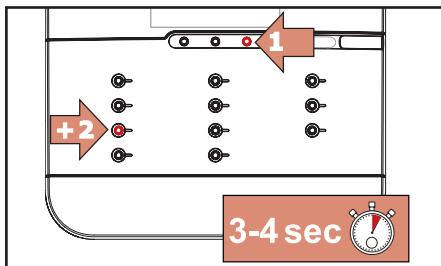

Abb. 5.4 – Reinigungsmodus aufrufen
1. Drücken Sie zuerst STOP und dann halten Sie die Tasten gleichzeitig für 3 – 4 Sekunden gedrückt, um in den Reinigungsmodus zu schalten (Abb. 5.4).
1. Drücken Sie zuerst STOP und dann , halten Sie die Tasten gleichzeitig für 3 – 4 Sekunden gedrückt, um in den Reinigungsmodus zu schalten (Abb. 5.4).